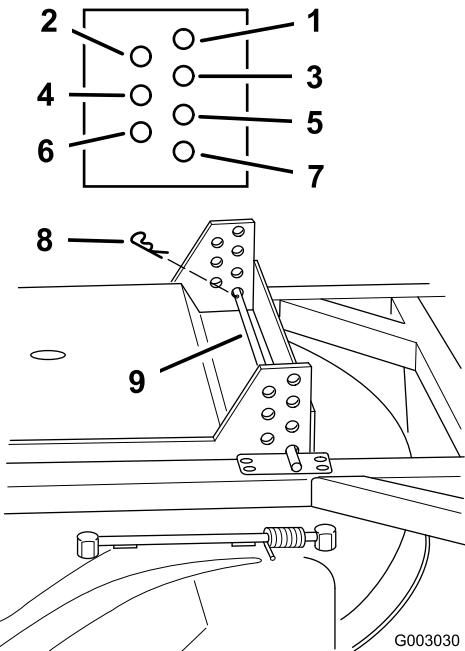

Figure 19
2. Enlevez les goupilles fendues et placez les tiges de support dans des trous différents dans les pattes à chaque coin de la tondeuse (Figure 19).